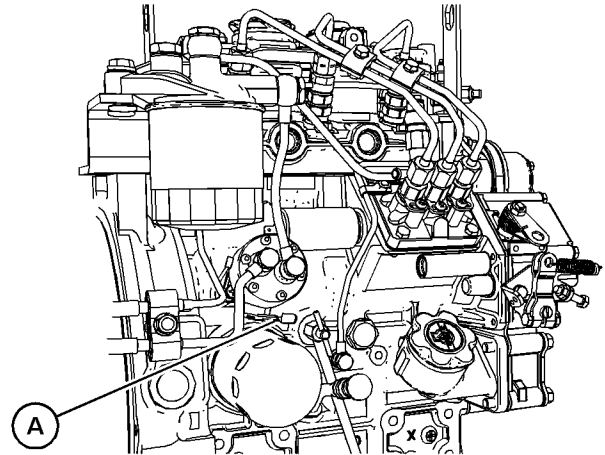

Abbildung 53
3. Die Handentlüftung bedienen. Siehe Abbildung 53